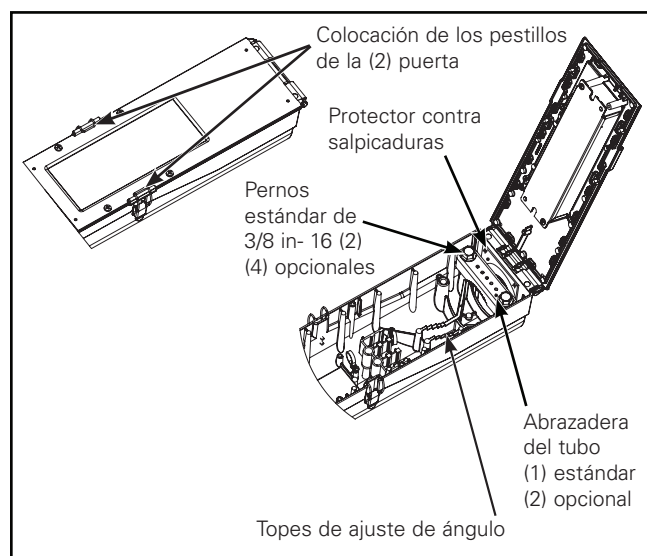
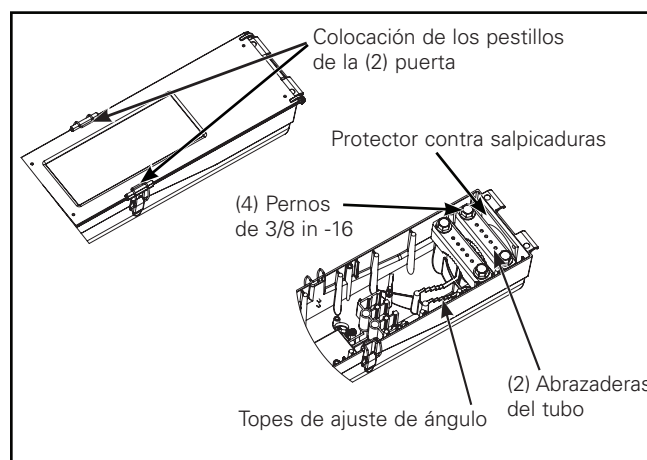
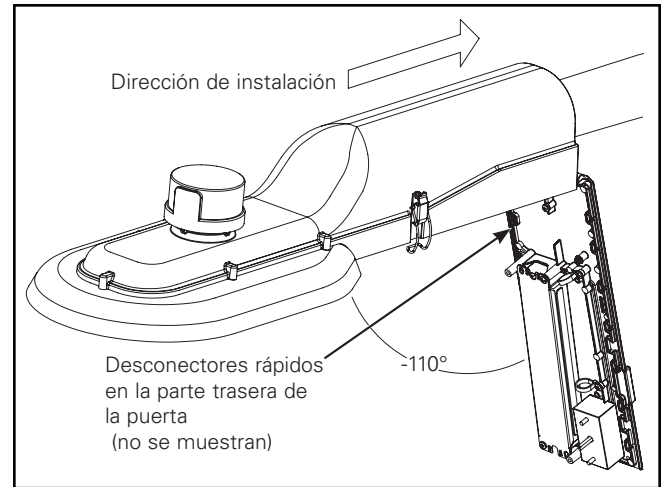

Figura 2.
Figura 3.
Figura 4.
Nota: Si se suministra un amarre opcional, la puerta no se debe quitar. (Figura 2.)
3. Con una llave de tubo de 9/16 in, afloje los dos pernos de montaje de la abrazadera del tubo lo suficiente como para permitir que el brazo de montaje (no incluido) se deslice de forma nivelada. (Figura 2.)
4. Eleve la carcasa a su posición y coloque el extremo del brazo de montaje sobre escalones de nivelación a fin de que la carcasa quede nivelada. Se debe tener cuidado de que el brazo no golpee inadvertidamente los componentes internos. (Figura 2. y Figura 4.)
Nota: Si se suministra un amarre opcional, la puerta no se debe quitar. (Figura 3.)
3. Con una llave de tubo de 9/16 in, afloje los cuatro pernos de montaje de la abrazadera del tubo lo suficiente como para permitir que el brazo de montaje (no incluido) se deslice de forma nivelada. (Figura 3.)
4. Eleve la carcasa a su posición y coloque el extremo del brazo de montaje sobre escalones de nivelación a fin de que la carcasa quede nivelada. Se debe tener cuidado de que el brazo no golpee inadvertidamente los componentes internos. (Figura 3. y Figura 4.)